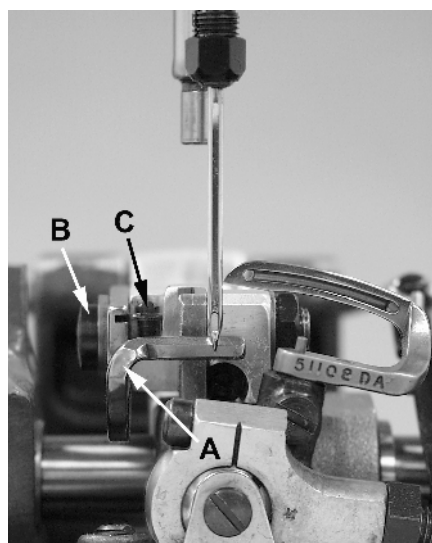

Fig 12
Gire el volante hasta conseguir que la punta del looper quede paralelo a la derecha de la aguja. En este punto el Guarda Aguja (A, Fig 12) debería estar al extremo máximo de movimiento. Mueva el guarda aguja hacia adelante y hacia atrás hasta que apenas roce la aguja. En forma vertical el guarda aguja debe ser montado para que su superficie vertical esté alineada con la parte superior del ojo de la aguja con la barra de la aguja en su posición inferior. Para ajustar el guarda aguja tiene que aflojar el tornillo de ajuste (C), mover el guarda aguja en su sujetador a la posición requerida y apretar el tornillo otra vez.